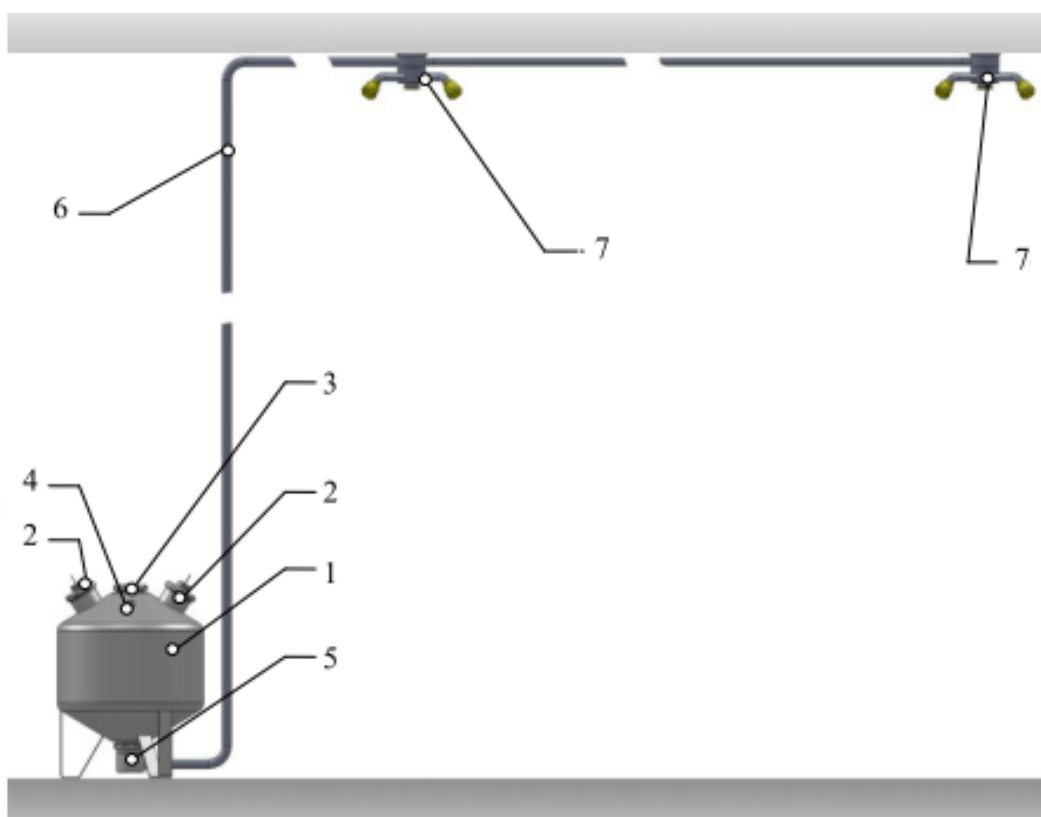

Рис. 1 Общий вид установки «ТРВ-Гарант»-30-ГЗ-ВД.
3.1. Общий вид МУПТВ « ТРВ – Гарант»-30-ГЗ-ВД представлен на рис.1